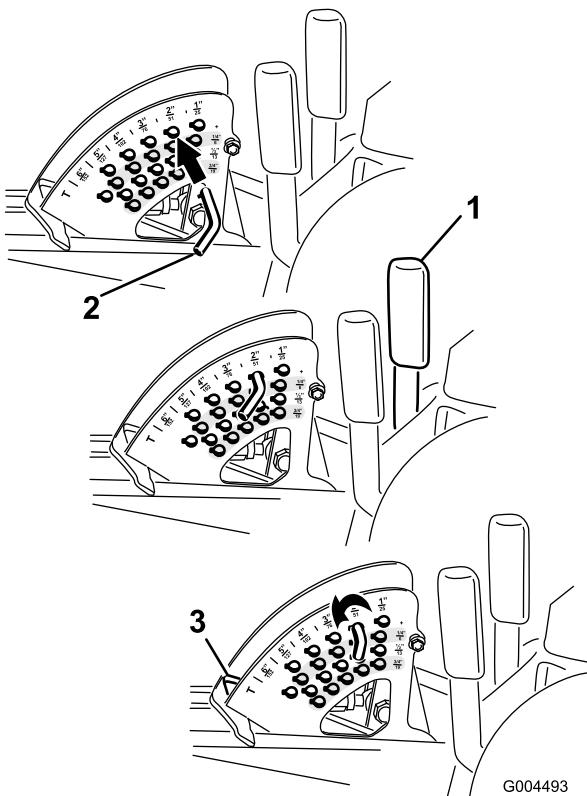

Figura 21
Nota: Para bloquear la plataforma del cortacésped en posición elevada, eleve la plataforma más allá de la posición de 15 cm, retire el pasador de tope de altura de corte (consulte Ajuste de la altura de corte), y ponga el pasador en la posición de altura de corte de 15 cm (Figura 21).
1. Con el motor en marcha, tire hacia atrás de la palanca de elevación de la plataforma hasta que la plataforma del cortacésped esté elevada del todo y **suelte la palanca inmediatamente** (Figura 21).
2. Para ajustar, gire el pasador de tope hasta que el pasador cilíndrico que contiene se alinee con las ranuras de los taladros del soporte de altura de corte, y retire el pasador (Figura 21).
3. Seleccione un taladro del soporte de altura de corte que corresponda a la altura de corte deseada, inserte el pasador y gírelo para bloquearlo en esa posición (Figura 21).
Nota: Hay cuatro filas de taladros (Figura 21). La fila superior corresponde a la altura de corte impresa encima del pasador. La segunda fila corresponde a la altura impresa más 6 mm. La tercera fila